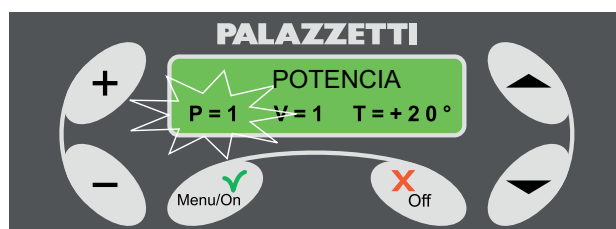

Fig. 1.7.2
- 2) pulsar Menú/On para acceder: aparecerán, en la segunda línea de la pantalla, las siglas de los parámetros de funcionamiento, fig. 1.7.2: